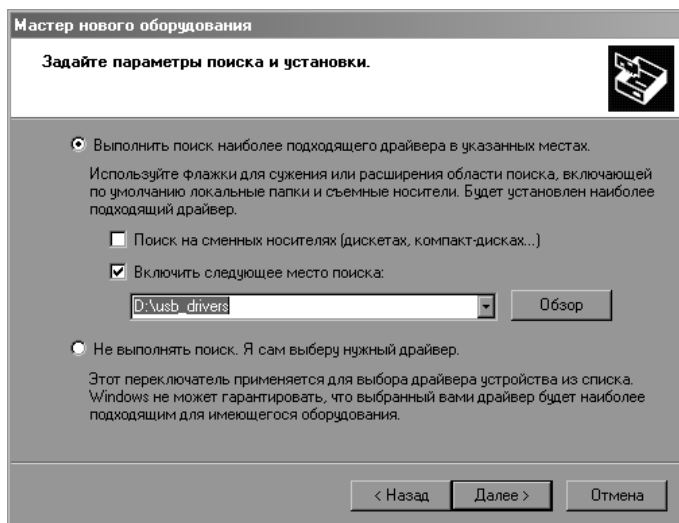

Рисунок 5
3.4.5 В появившемся окне выбора путей поиска драйвера (рисунок 5) выбрать «Выполнить поиск наиболее подходящего драйвера», снять флажок «Поиск на смен-